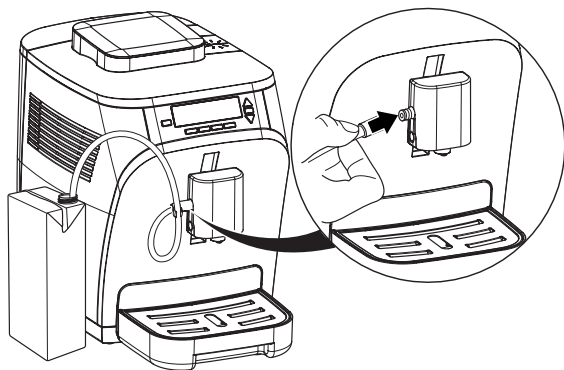

Abb. 6: Milchschaumschlauch anschließen
1. Stecken Sie den Milchschauch auf den Anschluss am Kaffee-Milchlauf und hängen Sie das andere Ende des Schlauches in das Milchgefäß (Abb. 6) oder schließen Sie den gefüllten Thermo-Milchbehälter an den Vollautomaten an.